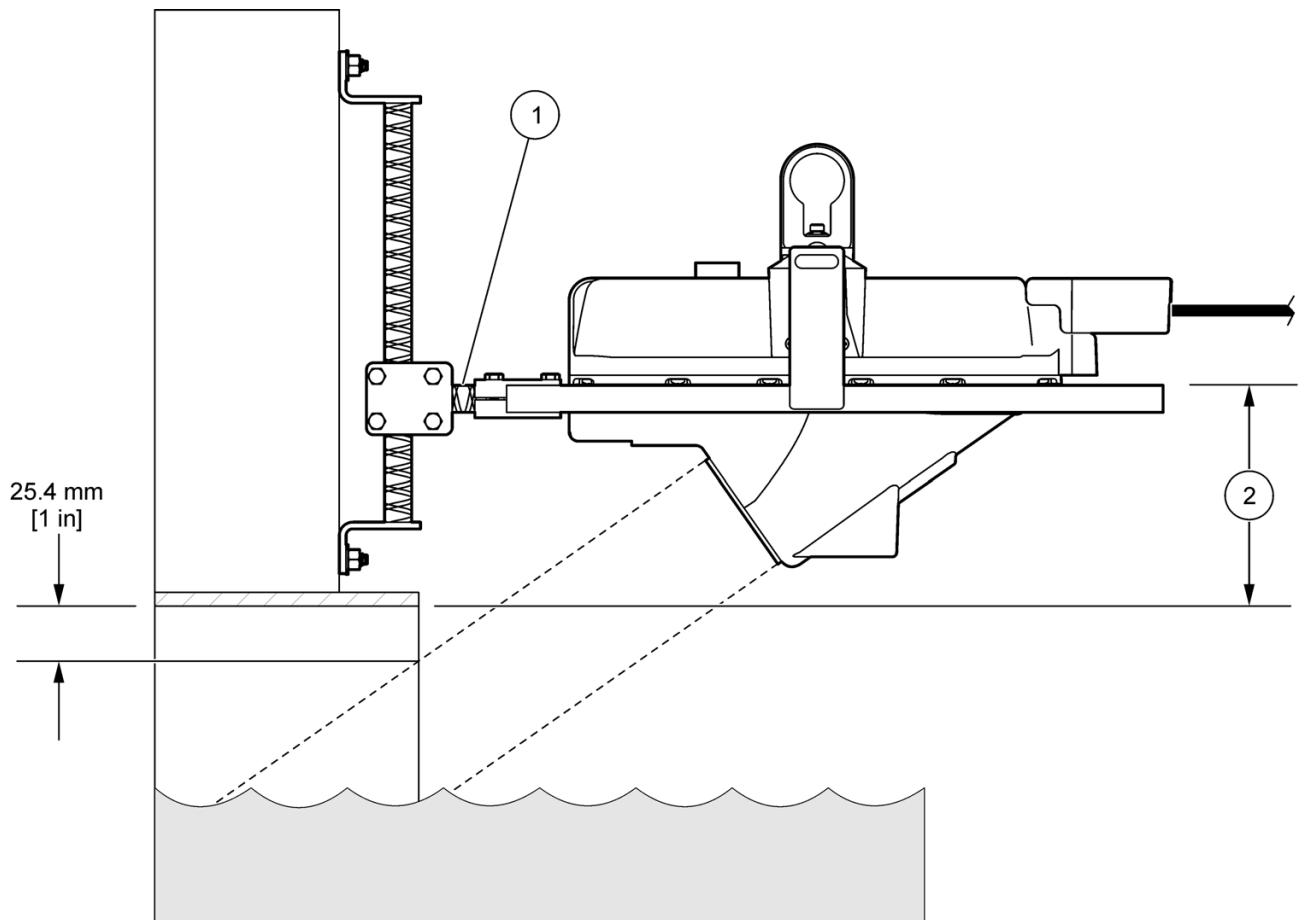

Abbildung 11 Vertikale Ausrichtung des Flo-Dar Sensors
- Flo-Dar ohne SVS: Stellen Sie sicher, dass der Radarstrahl nicht von der Wand oder dem Kanal blockiert wird, wenn der Sensor sich im Rahmen befindet (Abbildung 11).
Der Sensor muss vertikal ausgerichtet werden, um sicherzustellen, dass der Sensor sich oberhalb der Strömung befindet und der Radarstrahl nicht von der Wand oder dem Rohr blockiert wird (Abbildung 11).
- 1.3 Schätzen Sie ab, wo eine Gerade hinweist, die von der Oberseite der Radarlinse senkrecht dorthin verläuft, wo die Linse hinzeigen wird (Abbildung 11).
- 2.3 Lösen Sie die Schelle an der Wandhalterung und positionieren Sie den Rahmen so, dass der Radarstrahl mindestens 2,54 cm (1 Zoll) unter den Rohrscheitel weist (Abbildung 11). Unter Umständen muss der 30,5 cm-Abstandsbolzen angebracht werden, damit der Rahmen einen größeren Abstand zur Wand hat.